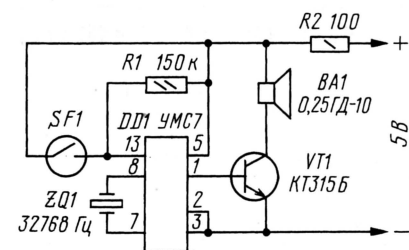

Рис. 4
**Звуковой индикатор финиша 1 (рис. 4).** В качестве источника звукового сопровождения достижения финиша 1 применена популярная микросхема-синтезатор. Как известно, она представляет собой ПЗУ, в котором записаны несколько музыкальных отрывков. Приведенная схема включения микросхемы не нуждается в дополнительной настройке.